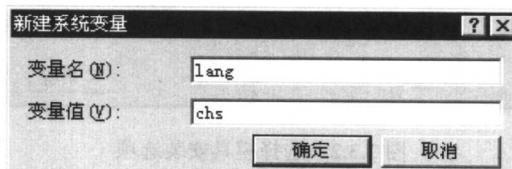

图 1.3.1 “新建系统变量”对话框
- Step5. 在如图 1.3.1 所示的“新建系统变量”对话框中，创建“变量名”为 lang、“变量值”为 chs 的系统变量。